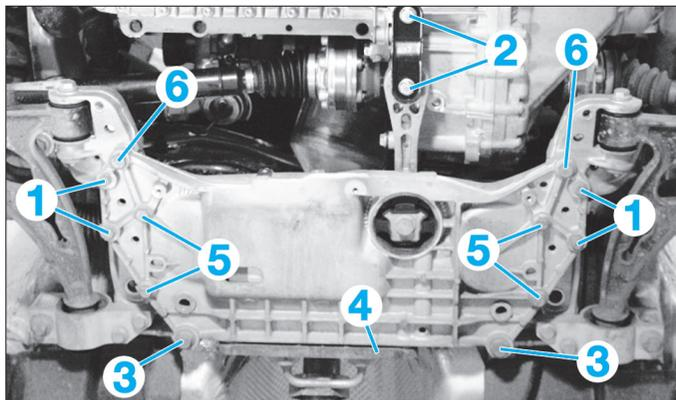

Fig. 11
• Desserrer sans déposer, les vis de fixation du berceau (Fig.11).
• Serrer les vis de fixation du berceau (Fig.11)
• Dévisser les vis de fixation (1) de la barre stabilisatrice du berceau (Fig.11).
• Déposer les vis (2) du tirant antibasculement de la boîte de vitesses.
- le support d'échappement (4) du berceau (Fig.11),
- les fixations (2) du tirant antibasculement sous la boîte de vitesses.